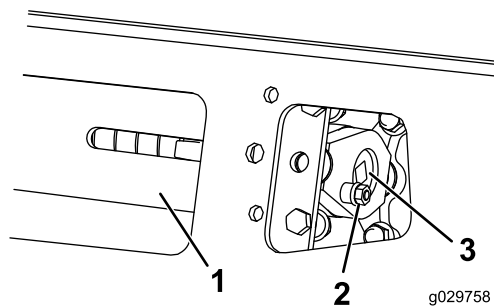
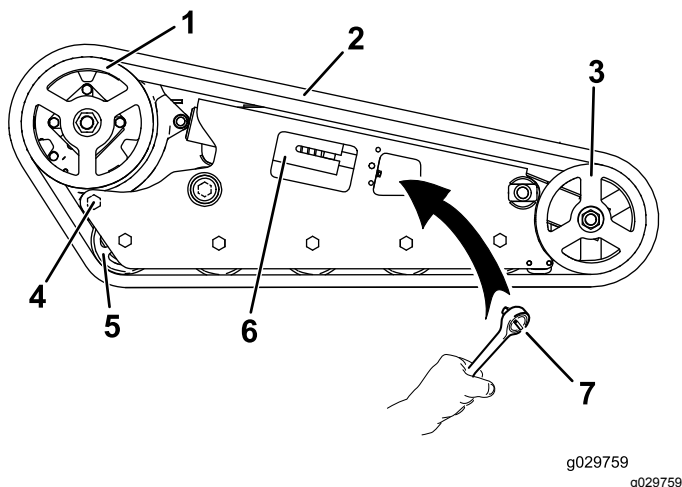

図 59
図 60
3. ロッキングボルトとナットを外す 図 59。
5. テンションねじのノッチのうち、ロッキングボルトの穴に一番近いノッチを穴に合わせ、ねじを溝をローラを適切な穴に合わせてセットし、シャフトを通してボルトとナットで固定する 図 59。
4. ロッキングボルトとナットを外す 図 59。
5. ½" のドライブレレンチを使用して、テンショニングねじを左にまわしてドライブテンションを解放する 図 59と図 60。
6. 後ボルト駆動ホイールの近くをゆるめる 図 60。
8. 前ホイールからクローラが外れたら、駆動スプロケットとロードホイールからもクローラを外す 図 60。
9. 駆動スプロケットからスタートして、新しいクローラをスプロケットに巻きつけるようにして取り付けるクローラについている爪がスプロケットの溝にはまるように取り付けること 図 60。
10. ロードホイールとロードホイールの間にクローラを押し込む 図 60。
5. 1/2" のドライブレレンチを使用して、テンショニングねじを左にまわしてドライブテンションを解放する 図 59と図 60。